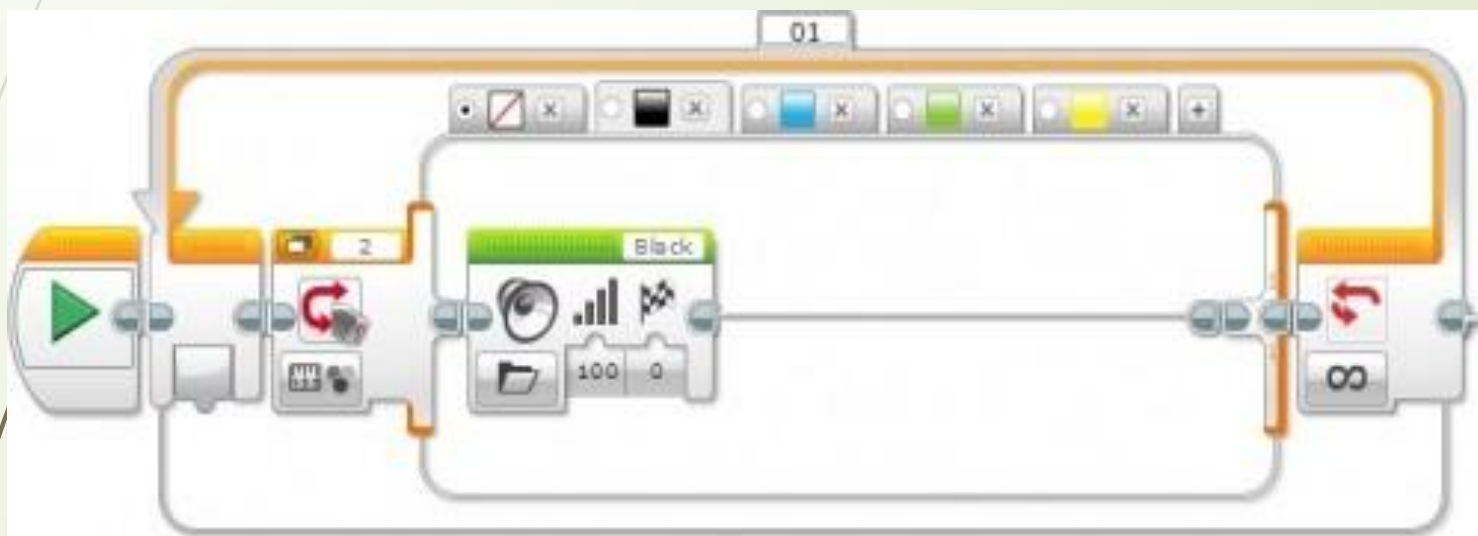

Рис. 5
- Осталось вставить наш настроенный программный блок "Переключатель" внутрь программного блока "Цикл" Оранжевой палитры. Программа готова! Загрузим её в робота и протестируем работу! (Рис. 5)